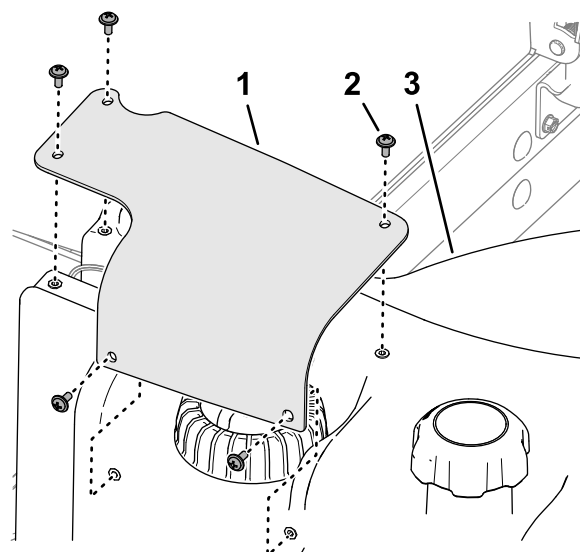

**Figure 94**
6. Débranchez le connecteur du faisceau du transmetteur de niveau de carburant sur le connecteur du faisceau de la machine (Figure 94).